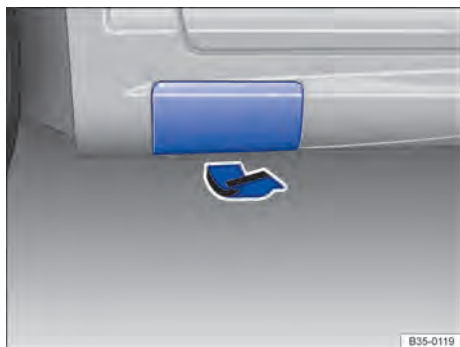

Fig. 237 Atrás no lado esquerdo do veículo: rebater a cobertura.
O macaco pode ser colocado somente nos pontos de recepção do macaco mostrados e somente com a cobertura aberta $\Rightarrow$ Fig. 237. É válido o ponto de apoio localizado próximo à roda correspondente $\Rightarrow$ .
6. Procurar sob o veículo o ponto de recepção do macaco $\Rightarrow$ Fig. 237 mais próximo da roda a ser trocada.